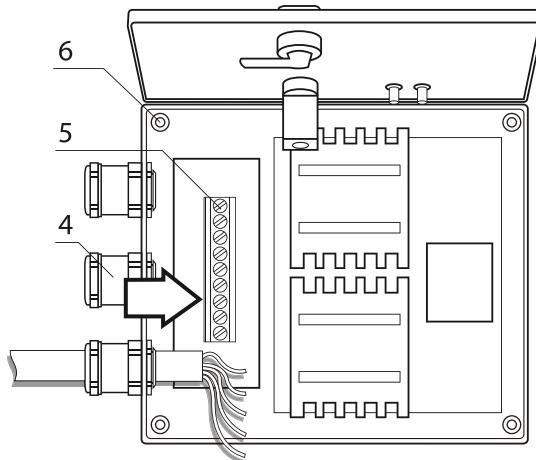
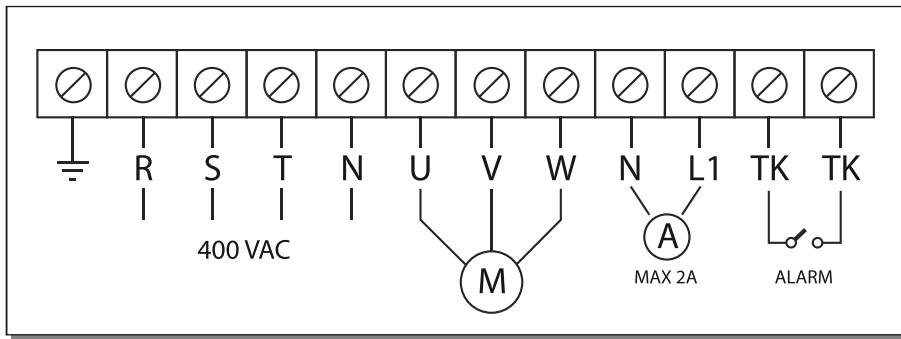

Рис. 3
Рис. 4. Схема электрических подключений
Регулятор имеет пять скоростей, выбор между которыми осуществляется выставлением поворотной ручки 1, в одно из пяти фиксированных положений, и положение «**0**» в котором прибор выключен. В регуляторе предусмотрены клеммы **TK** (см.рис.4) для подключения термального контакта, смонтированного в мотор вентилятора, при срабатывании термального контакта прекращается подача напряжения на двигатель вентилятора и загорается сигнальная лампа 3, показывающая аварийную работу регулятора. Регулятор также имеет клеммы **L1,N** (230Vac/**макс 2A**) для подключения внешнего оборудования (например приводов воздушных заслонок). В случае перевода ручки регулятора в положение «**0**», напряжение на клеммы и электродвигатель вентилятора не подается.
- Произвести электрические подключения согласно схемы (**см. рис.4**). Подключение внешних электрических проводников к изделию осуществляется при помощи винтовых клемм — **5** (**см.рис.3**). Ввод проводников во внутрь прибора производится через гермовводы — **4** (**см. рис.3**). На внешнем вводе (220В/50Гц) должен быть установлен встроенный в стационарную сеть электроснабжения автоматический выключатель.